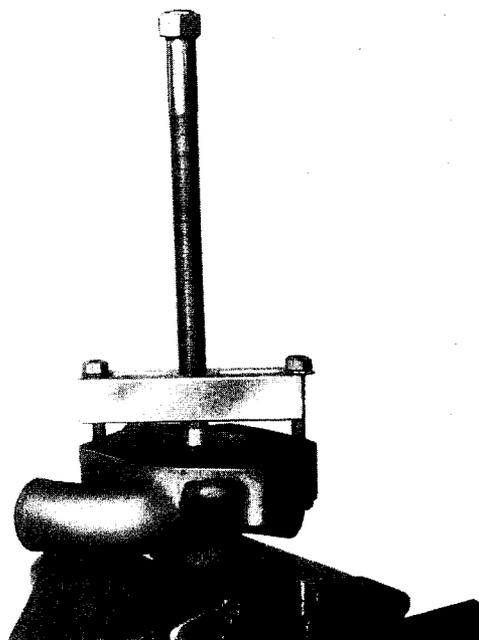

Fig. 3
- 3° Pousser l'arbre de pompe et les roulements par l'extrémité, côté turbine (fig. 3). Recueillir la turbine.